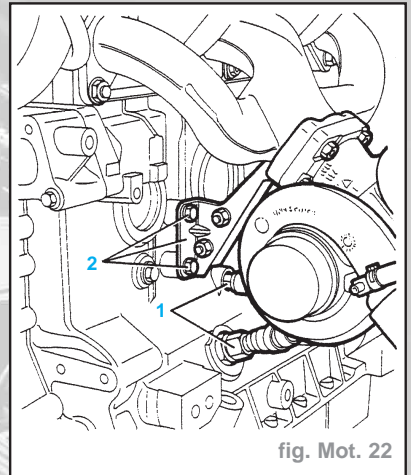

fig. Mot. 22
- Débrancher du bloc-cylindres l'admission de lubrification du turbocompresseur et les flexibles de retour (1) (Fig. Mot. 22).
- Déposer les deux boulons de fixation (2) du support inférieur de collecteur d'échappement au bloc-cylindres (Fig. Mot. 22).